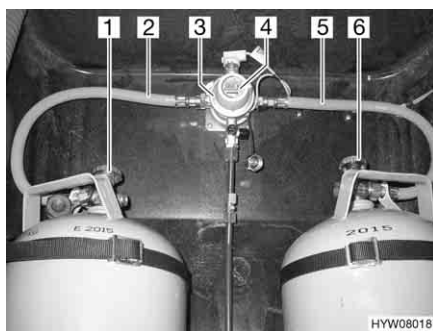
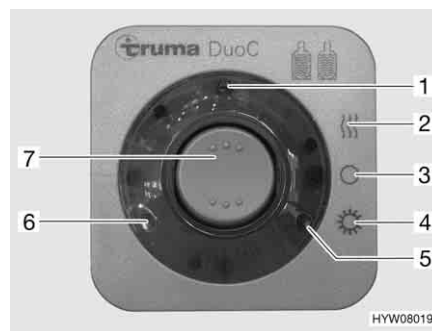

Fig. 86 Impianto di commutazione DuoControl
Fig. 87 Centralina di controllo
L'impianto di commutazione DuoControl è costituito da una valvola di commutazione (Fig. 86,3) e da una centralina di controllo (Fig. 87). La valvola di commutazione è installata tra i tubi del gas (Fig. 86,2 e 5). Con la manopola (Fig. 86,4) sulla valvola di commutazione è possibile stabilire, quale delle bombole del gas viene utilizzata come bombola in uso e quale bombola del gas viene utilizzata come bombola di riserva.
Sulla centralina di controllo (Fig. 87) possono venire azionate solo le funzioni elettriche. Le valvole principali di arresto delle bombole del gas (Fig. 86,1 e 6) devono essere aperti manualmente.
La valvola di commutazione garantisce una pressione del gas costante, indipendentemente da quale bombola provenga l'alimentazione del gas. Le due spie di controllo sulla centralina di controllo indicano il livello di riempimento della bombola in uso. Se è accesa la spia di controllo verde (Fig. 87,6), la bombola in uso è piena. Se è accesa la spia di controllo rossa (Fig. 87,5), la bombola in uso è vuota. Il rifornimento di gas avviene poi tramite la bombola di riserva.
- Aprire le valvole principali di arresto delle bombole del gas (Fig. 86,1 e 6).
- Con la manopola (Fig. 86,4) sulla valvola di commutazione (Fig. 86,3) selezionare la bombola del gas, da cui proviene la principale alimentazione del gas (bombola in uso).
- Sulla centralina di controllo (Fig. 87) attivare l'impianto di commutazione DuoControl.
Posizionare l'interruttore a bilico (Fig. 87,7) su funzionamento invernale "On e riscaldamento" (Fig. 87,2) oppure su funzionamento estivo "On" (Fig. 87,4). La valvola di commutazione è ora disareata. La spia di controllo gialla (Fig. 87,1) è accesa, se si seleziona la modalità di funzionamento invernale e l'impianto antighiaccio con regolatore è attivato.
- Portare l'interruttore a bilico (Fig. 87,7) in posizione "O" (Fig. 87,3). La spia gialla di controllo (Fig. 87,1) si spegne.
- Chiudere le valvole principali di arresto delle bombole del gas (Fig. 86,1 e 6).
Le spie di controllo sulla centralina di controllo (Fig. 87,5 e 6) segnalano all'interno del veicolo, se la bombola in uso è pronta al funzionamento.
Se la spia di controllo verde (Fig. 87,6) si spegne durante il funzionamento e la spia di controllo rossa (Fig. 87,5) si accende, significa che la bombola del gas selezionata come bombola in uso è vuota e deve essere sostituita. La bombola di riserva continua ad alimentare le utenze a gas.